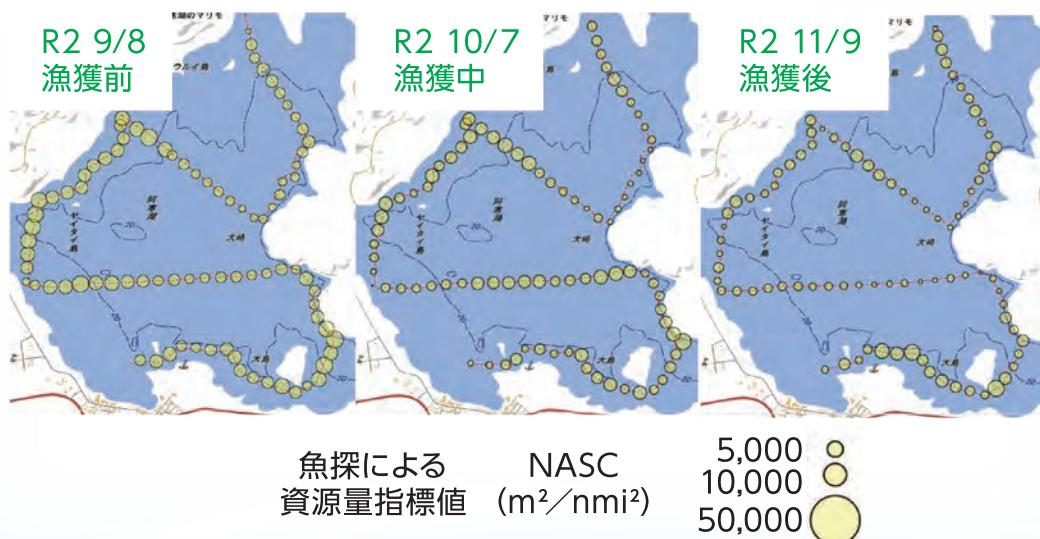

図12 漁獲の進行と資源量推定指標(NASC)との関係
- ワカサギ漁の始まる前、中期、終漁後に魚探調査を実施し、累積漁獲量と資源量推定指標値(NASC)との関係を調べました(図12)。